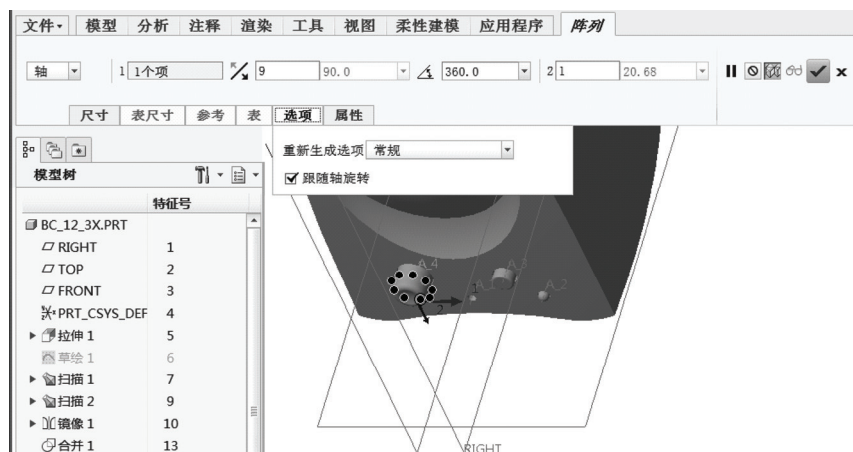

图 12-127 创建轴阵列
3) 在“阵列”选项卡中单击 (设置阵列的角度范围) 按钮，设置阵列的角度范围为“360°”，输入第一方向的阵列成员数为“9”，如图 12-127 所示。